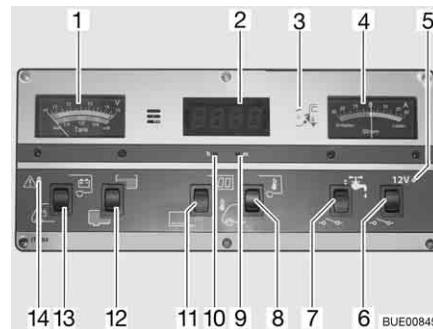

Fig. 107 Pannello di controllo IT 994
Per l'indicatore volt/serbatoio (Fig. 107,1) leggere la scala superiore. L'indicatore si illumina automaticamente appena viene premuto un interruttore.
- Premere l'interruttore a bilico (Fig. 107,13) in basso: Viene indicata la tensione della batteria di avviamento.
- Premere l'interruttore a bilico (Fig. 107,13) in alto: Viene indicata la tensione della batteria dell'abitacolo.
Per l'indicatore volt/serbatoio (Fig. 107,1) leggere la scala inferiore. L'indicatore si illumina automaticamente appena viene premuto un interruttore.
- Premere l'interruttore a bilico (Fig. 107,12) in alto: Viene indicato il livello del serbatoio dell'acqua.
- Premere l'interruttore a bilico (Fig. 107,12) in basso: Viene indicato il livello del serbatoio delle acque grigie.
La spia luminosa rossa ALARM (Fig. 107,14) inizia a lampeggiare non appena la tensione della batteria dell'abitacolo scende al di sotto di 11 V (misurazione durante il normale esercizio) con conseguente rischio che la batteria si scarichi troppo.
- Premere l'interruttore a bilico (Fig. 107,11) in alto: L'indicatore dell'orologio digitale si accende. L'indicatore per la temperatura è pronto al funzionamento.
- Premere l'interruttore a bilico (Fig. 107,11) in basso: L'indicatore dell'orologio digitale e l'indicatore di temperatura sono spenti.
- Premere con un oggetto sottile, p. es. con la punta di una matita, nell'apertura per l'indicazione delle ore (Fig. 107,10) finché non viene visualizzato il numero dell'ora desiderata.
- Premere con un oggetto sottile, p. es. con la punta di una matita, nell'apertura per l'indicazione dei minuti (Fig. 107,9) finché non viene visualizzato il numero dei minuti desiderato.
- Premere l'interruttore a bilico (Fig. 107,8) in alto: Viene indicata la temperatura interna.
- Premere l'interruttore a bilico (Fig. 107,8) in basso: Viene indicata la temperatura esterna.
Sullo strumento indicatore di corrente (Fig. 107,4) appare in permanenza la corrente attualmente erogata dalla batteria. L'indicatore si illumina automaticamente appena viene premuto un interruttore.
L'interruttore principale a 12 V (Fig. 107,6) inserisce o disinserisce il pannello di controllo e l'alimentazione a 12 V dell'abitacolo.
*Accensione:* ■ Premere l'interruttore a bilico (Fig. 107,6) in alto: L'alimentazione a 12 V dell'abitacolo è inserita. La spia di controllo (Fig. 107,5) diventa verde.
*Spegnimento:* ■ Premere l'interruttore a bilico (Fig. 107,6) in basso: L'alimentazione a 12 V dell'abitacolo è disinserita. La spia di controllo (Fig. 107,5) si spegne.
La spia di controllo a 12 V (Fig. 107,5) si accende non appena l'interruttore principale a 12 V (Fig. 107,6) viene inserito.
La spia gialla di controllo a 230 V (Fig. 107,3) si accende quando all'ingresso della centralina elettrica è presente una tensione di rete.
*Accensione:* ■ Premere l'interruttore a bilico (Fig. 107,7) in alto: L'alimentazione idrica è accesa.
*Spegnimento:* ■ Premere l'interruttore a bilico (Fig. 107,7) in basso: L'alimentazione idrica è spenta.